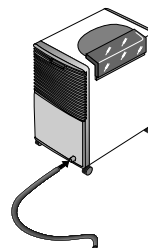

Fig. 3
- 4) Sullo sportello dell'apparecchio è predisposto un foro per il passaggio del tubo (fig. 3). Prima di far passare il tubo attraverso questo foro, è necessario rimuovere la parte centrale del foro stesso. Fare attenzione affinché il tubo non debba superare dislivelli, in caso contrario l'acqua resterà nella tanica.